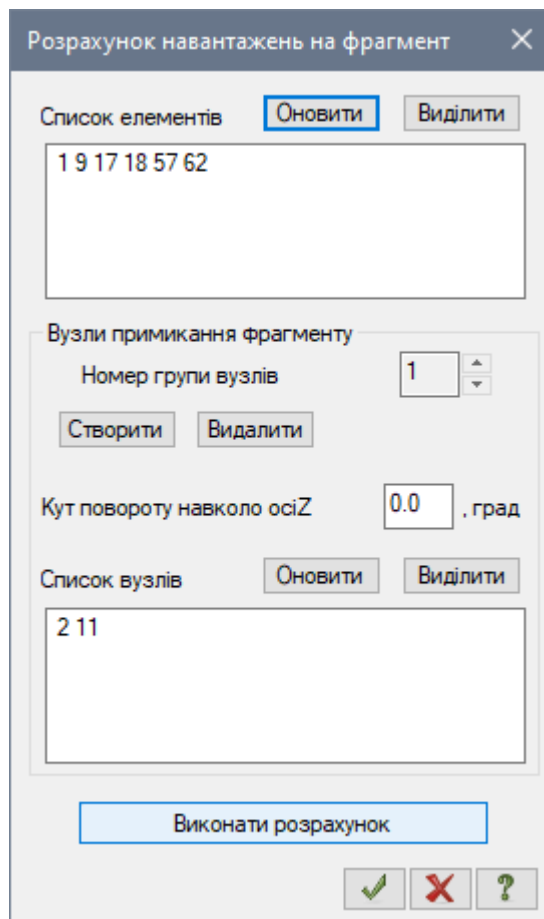

Рис. 5.30. Діалогове вікно Розрахунок навантаження на фрагмент
- В діалоговому вікні **Розрахунок навантажень на фрагмент** (рис. 5.30) задайте наступні параметри: